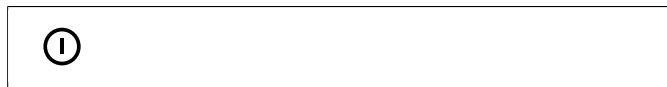

Fig 7: MARCHE/ARRÊT et ÉTAT MARCHE/ARRÊT
1. Bouger la main devant l'écran : celui-ci s'allume. La commande **MARCHE/ARRÊT** (apparaît en surbrillance) (cf. **Fig 7**, page 6).